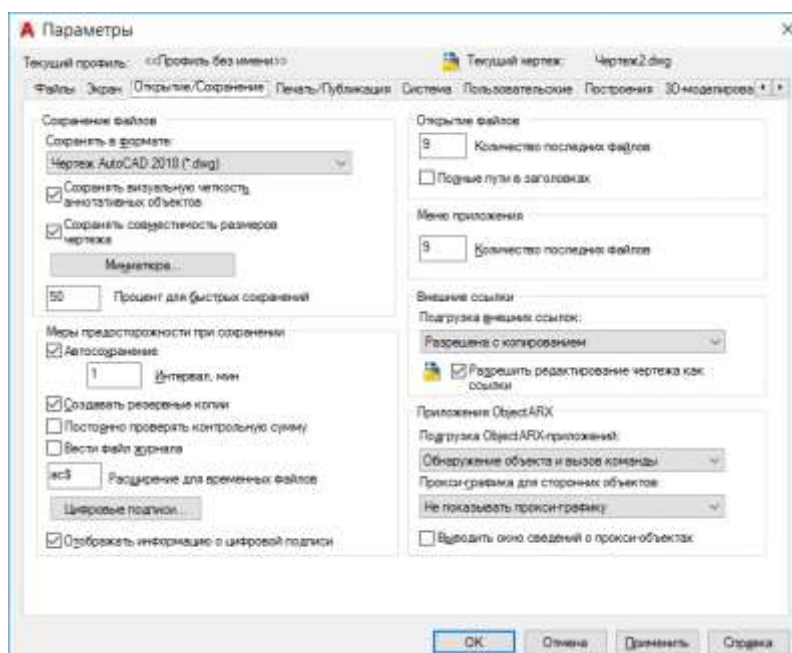

Рис. 1.16
2. В диалоговом окне «Режимы рисования» выберите привязки, которые наиболее часто используются, согласно *рис. 1.16*.